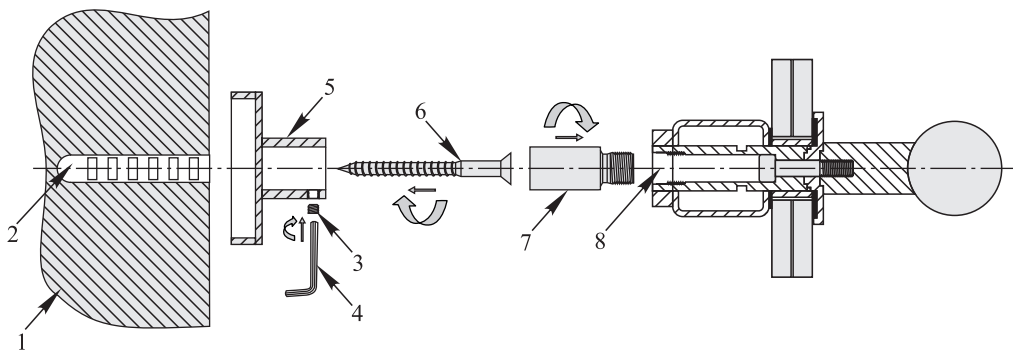

Рис. 17
4.12. Монтаж РЭБ к стене осуществляется телескопическими кронштейнами, что позволяет регулировать расстояние от стены до изделия (рис. 17).